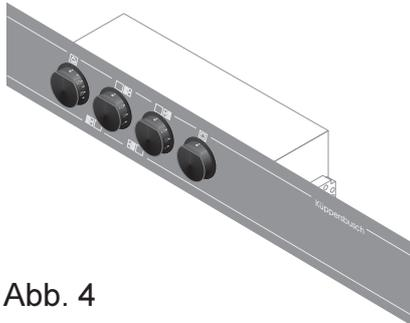

Abb. 4
- Bedienungsblende Abb. 4 mit Schaltelementen in den vorbereiteten Frontoberteilausschnitt einsetzen. Hahnverlängerung auf Hahnachse stecken, dazu vorher Schraube des Sicherungsbügels lösen. Nach dem Aufstecken die Schraube am Sicherungsbügel wieder anziehen, damit ist die Verbindung befestigt.